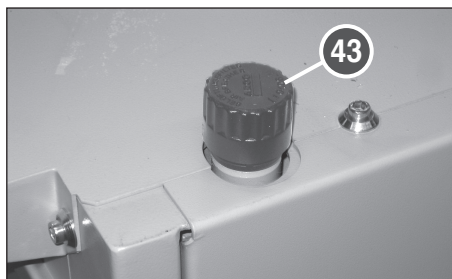

Fig. 19
- 43 = Varilla medidora del nivel de aceite (fig. 19)